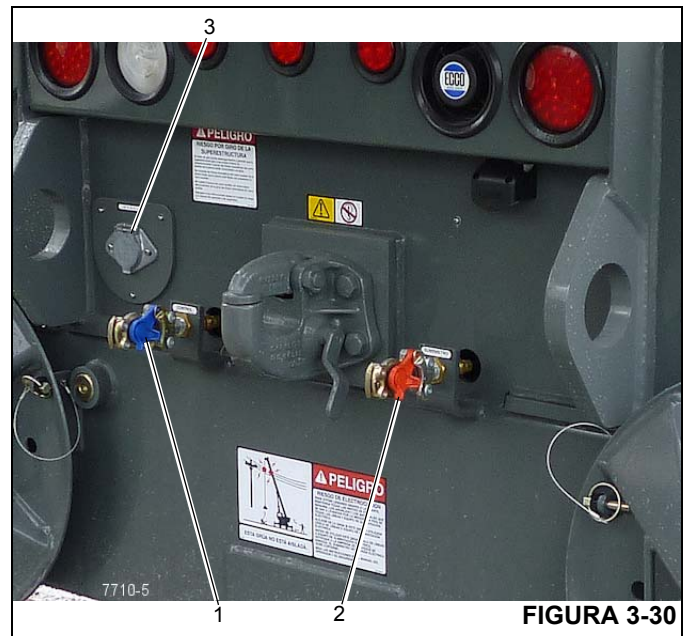

FIGURA 3-30
5. Conecte el conector de control (azul) (1, Figura 3-30) a la parte trasera de la grúa.
6. Conecte el conector (2) de alimentación del freno (rojo) a la parte trasera de la grúa.
7. Conecte el cable eléctrico (3) a la grúa.